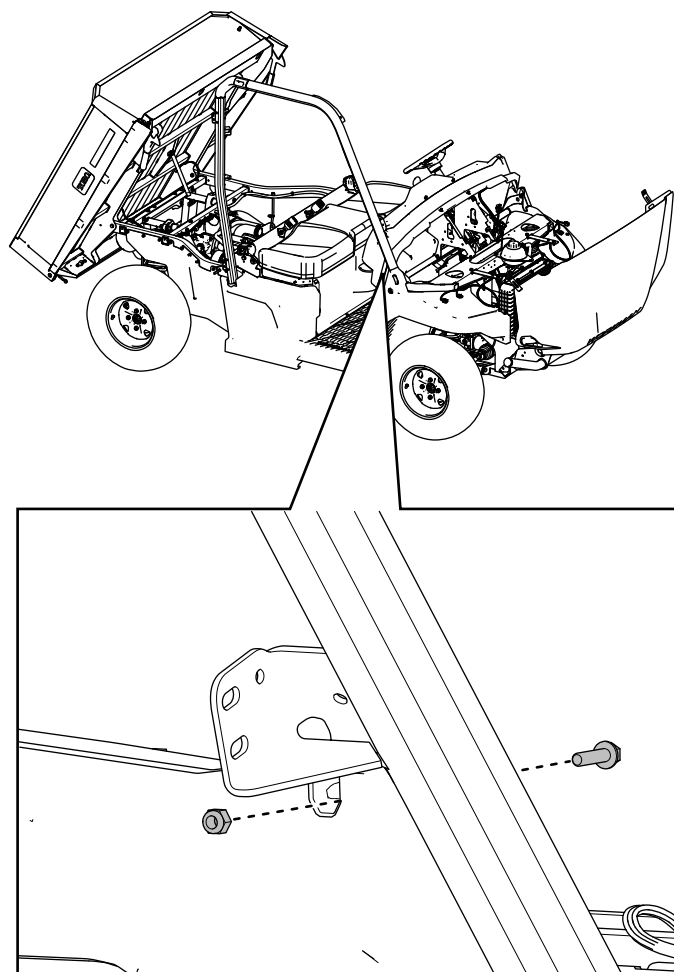

Figure 15
9. Fixez légèrement la barre avant droite de l'arceau de sécurité sur la planche de bord à l'aide de 1 boulon à tête hexagonale à embase ($\frac{1}{4}$ " x 1") et de 1 contre-écrou ($\frac{1}{4}$ "), comme montré à la Figure 15.